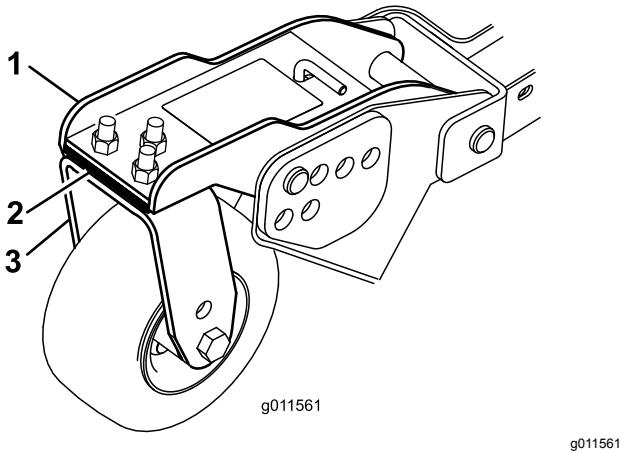

Рисунок 35
- Отрегулируйте количество 3-миллиметровых регулировочных прокладок на рычаге (рычагах) передних поворотных колес так, чтобы высота скашивания соответствовала указанному на наклейке значению (Рисунок 35).
- Если внутренняя кромка боковой деки газонокосилки находится слишком высоко по отношению к наружной кромке передней деки газонокосилки, снимите одну регулировочную прокладку с нижней части рычага переднего внутреннего поворотного колеса на боковой деке газонокосилки (Рисунок 35).